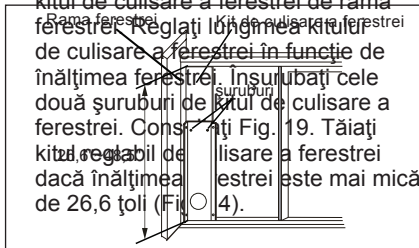
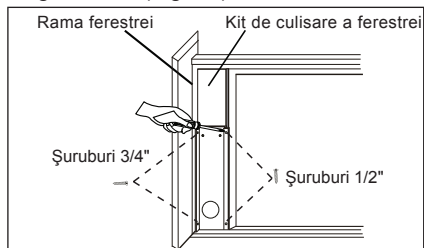

Fig. 19
Fig. 20
2. Deschideți geamul și puneți kit-ul de culisare a ferestrei pe rama ferestrei. Consultați Fig. 19. Prindeți kit-ul de culisare a ferestrei de rama ferestrei. Reglați înălțimea kit-ului de culisare a ferestrei în funcție de înălțimea ferestrei. Insușurați cele două șuruburi de kit-ul de culisare a ferestrei. Consultați Fig. 19. Tăiați kit-ul regulabil de culisare a ferestrei dacă înălțimea ferestrei este mai mică de 26,6 țoli (Fig. 20).
3. Închideți geamul glisant fixând-ul pe kit-ul de culisare a ferestrei. (Fig. 20)
4. Fixați cu două șuruburi de 1/2" kit-ul de culisare a ferestrei de geam. (Fig. 20)
5. Fixați cu două șuruburi de 3/4" kit-ul de culisare a ferestrei de rama geamului. (Fig. 20)